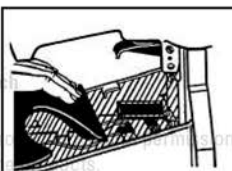

FIG 1
- A. Ouvrir le magasin : Appuyer légèrement sur le couvercle pour le déboîter du magasin et l'ouvrir (Fig 1).